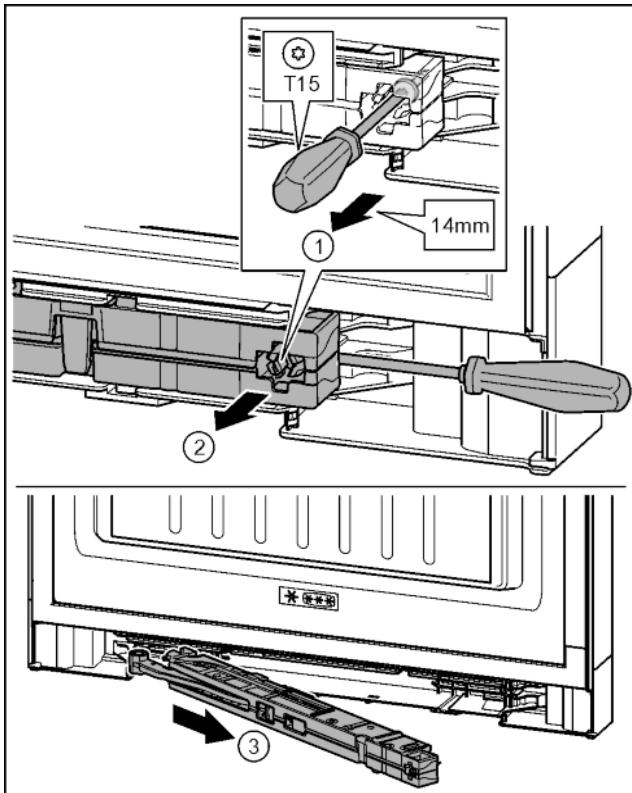

Fig. 19
- Ослабить винт на узле амортизатора с помощью отвертки T15 примерно на 5 мм. Fig. 19 (1)
- Переместить отвертку со стороны ручки за узел амортизатора. Повернуть узел вперед. Fig. 19 (2)
- Вытащить узел амортизатора. Fig. 19 (3)